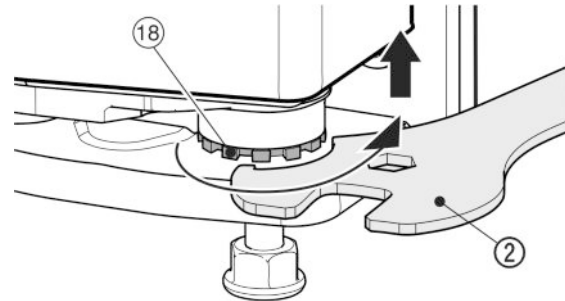

Fig. 18
- ▶ 使用附带的叉形扳手 Fig. 18 (2) 向右旋转轴承螺栓 Fig. 18 (18)，以便抬起门。在交货状态下轴承螺栓处于完全拧入状态。